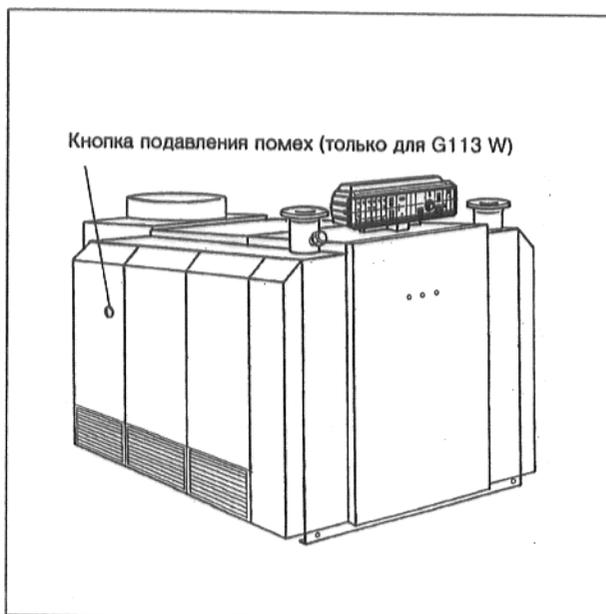

Рис. 3
- Нажать кнопку подавления помех (рис.3).